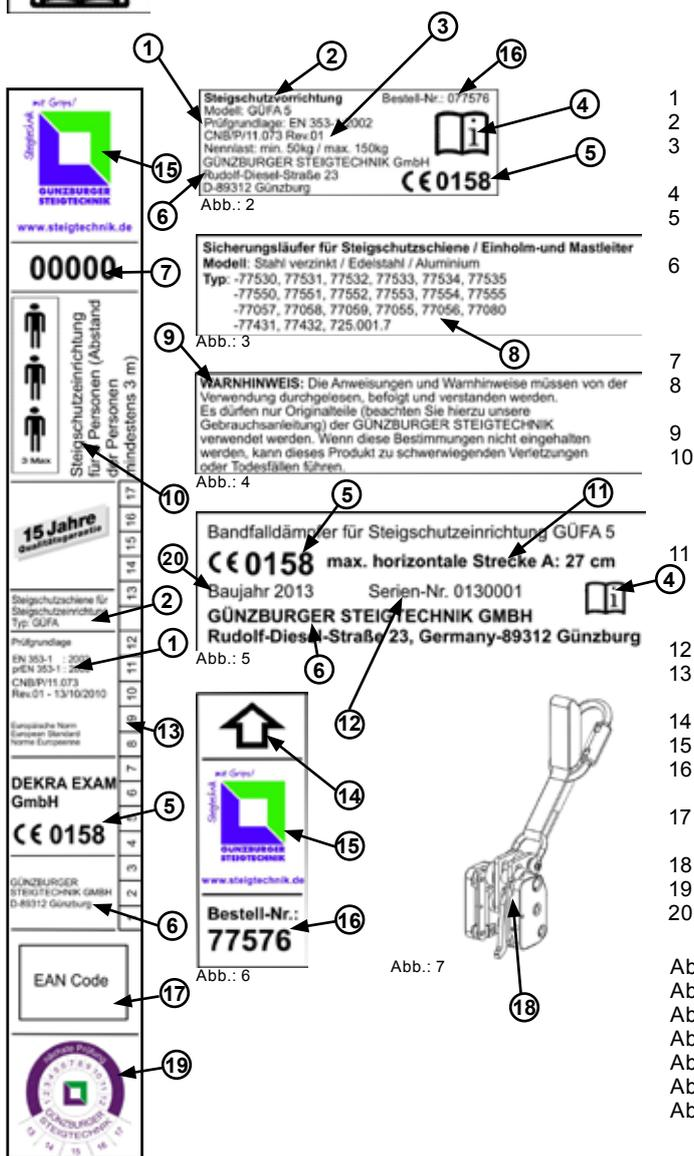

Abb.: 1
- Abb.:1 Darstellung seitlich auf der Fallschutzschiene